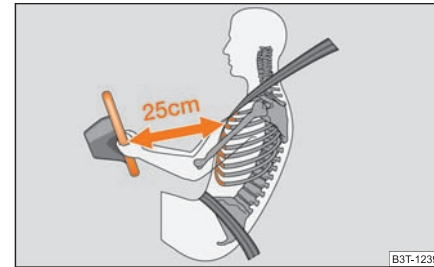

Fig. 172 Bonne distance par rapport au volant
- **Il est important que le conducteur et le passager avant soient au minimum à 25 cm du volant et du tableau de bord ⇒ fig. 172. Les airbags ne peuvent pas vous protéger si vous en êtes plus près - danger mortel! Les sièges avant et les appuie-tête doivent en outre toujours être ajustés en fonction de la taille des personnes.**